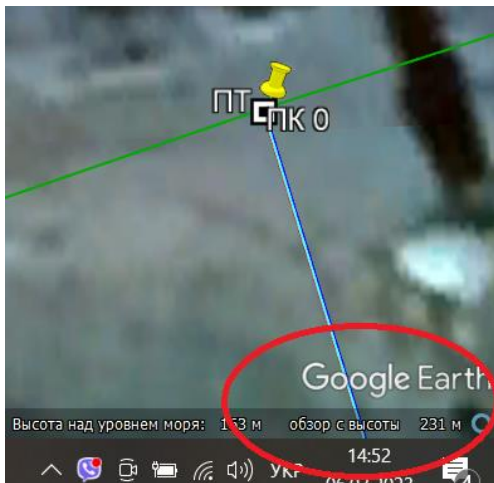

Рисунок 2 – Висота «зйомки» місцевості
– роботи виконуємо на висоті 200-250 м (рис. 2);